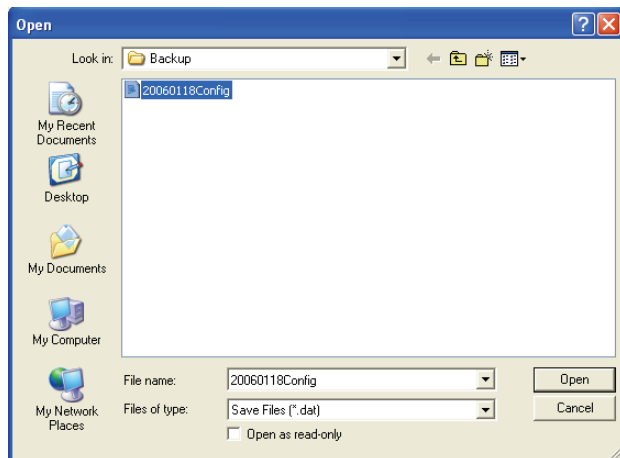

figure 8.24: Fenêtre Open configuration file
- 1 Depuis le menu principal, cliquez sur le bouton Open configuration file. La fenêtre suivante s'affiche (voir figure 8.24).